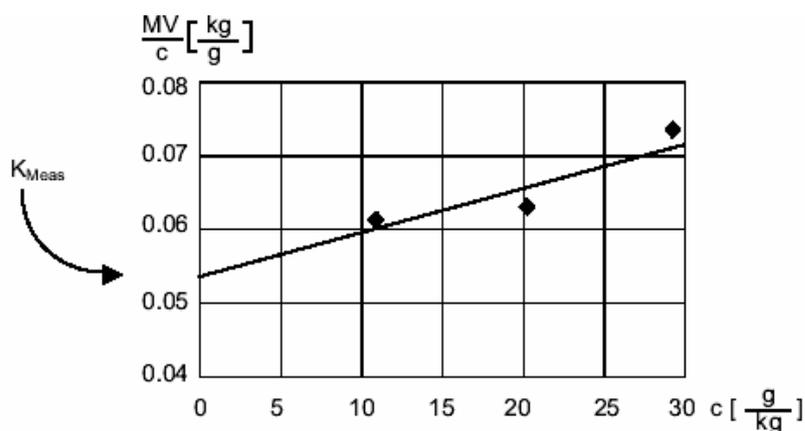

Рис. 18 Пример графика измерений
9. График зависимости проведите через ось абсцисс (концентрация равна 0) для вычисления коэффициента измерения $K_{\text{изм}}$ в единицах кг/г, см. рис. 18.